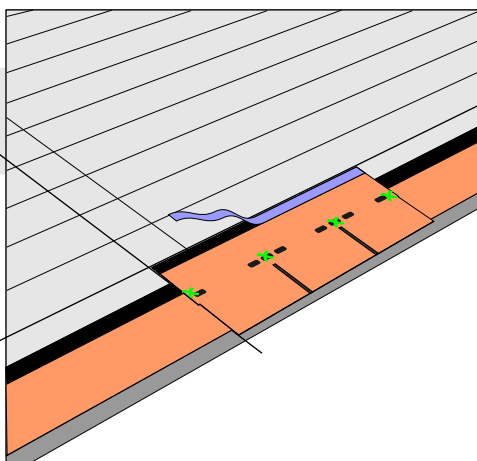

Fig. 6 - Pellicola protettiva superiore
- Prima di procedere con la posa della seconda fila togliere la protezione della fascia autoadesiva (fig. 6).